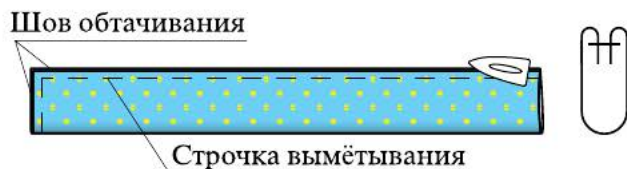

Рис. 6.46. Выметывание деталей
3. Выверните деталь бретели на лицевую сторону с помощью карандаша, выправьте швы и углы бретели с помощью колышка. **Выметайте** на расстоянии 2 мм от шва, располагая шов точно на сгибе, **приутюжьте**. Удалите **СВН**, снова **приутюжьте**. Так же обрабатывают вторую деталь бретели и пояса (рис. 6.46).